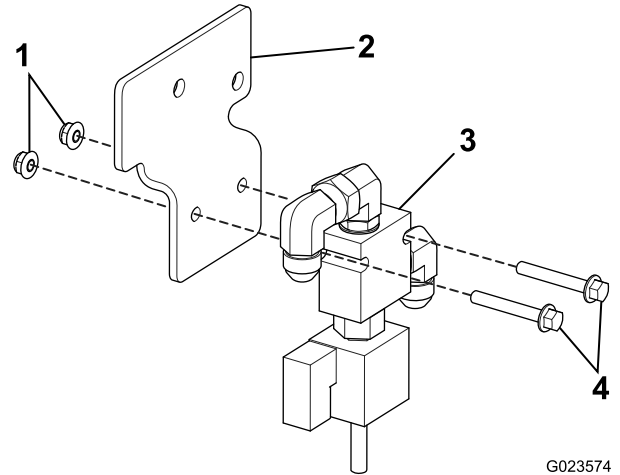

Figura 3
10. Instale el conjunto de válvula en el soporte de la válvula con 2 pernos con arandela prensada (1/4 x 1-3/4 pulgadas) y 2 tuercas con arandela prensada (1/4 pulgada) (Figura 3).